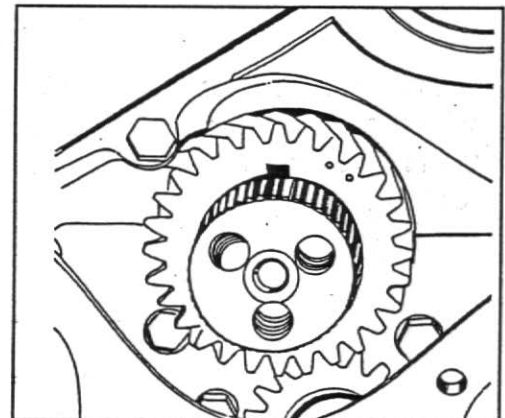

Fig. 13
6. Gire a árvore de manivelas até que a chaveta da sua engrenagem fique voltada para cima, fig.13.